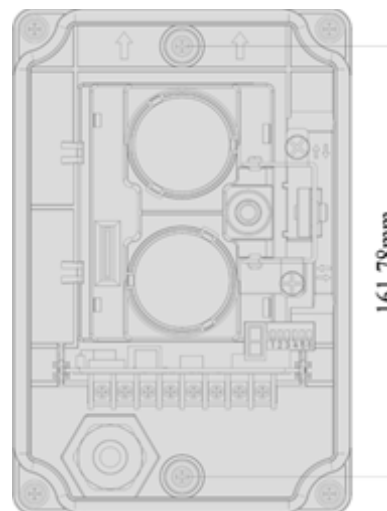

Figura 5: Detector de feixe linear
4. Fixe a base do detector no suporte, usando dois parafusos padrão M4x12x10. Consulte a Figura 5.